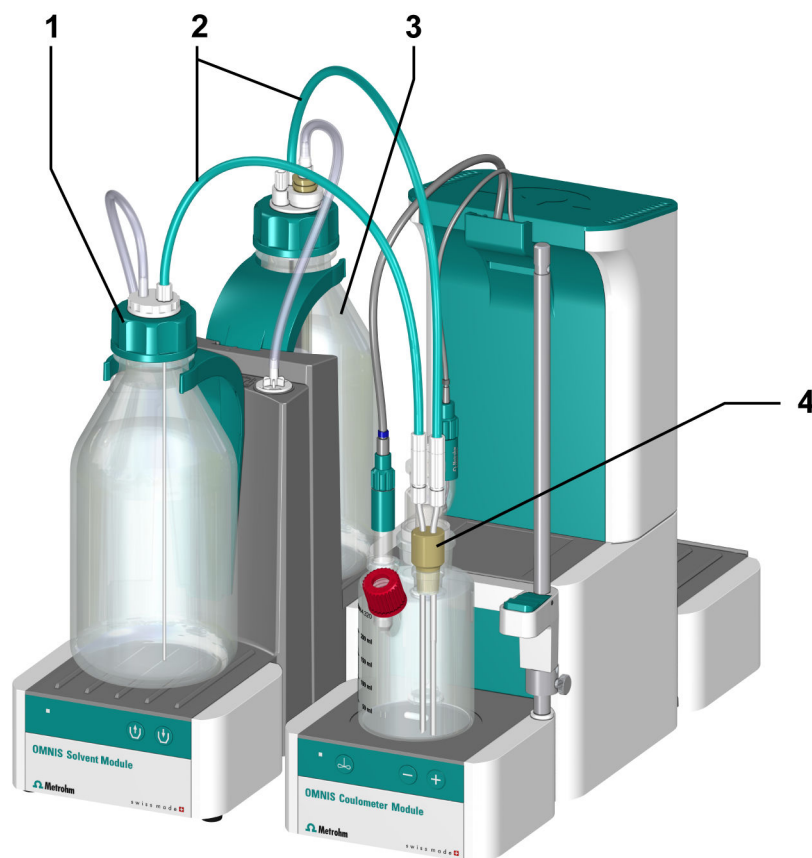

Abbildung 9 Reagenzwechsel mit OMNIS Solvent Module
- (siehe Abbildung 9, Seite 42)